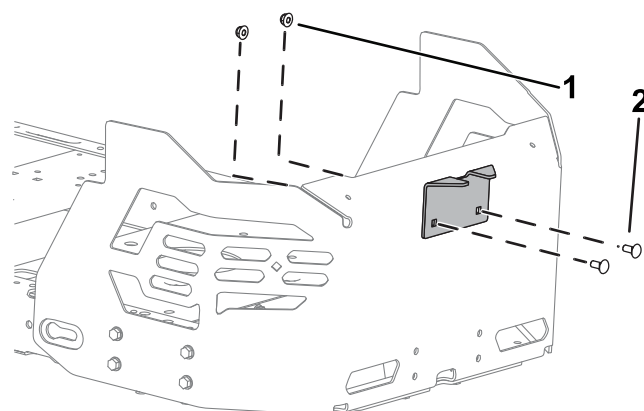

Figura 14
2. Montirajte podupirač za stabilizaciju na štitnik motora pomoću 2 zavrtnja sa poluokruglom kapom ($\frac{5}{16} \times \frac{3}{4}$ ") i 2 kontranavrtke ($\frac{5}{16}$ ") kako je prikazano na Figura 14.